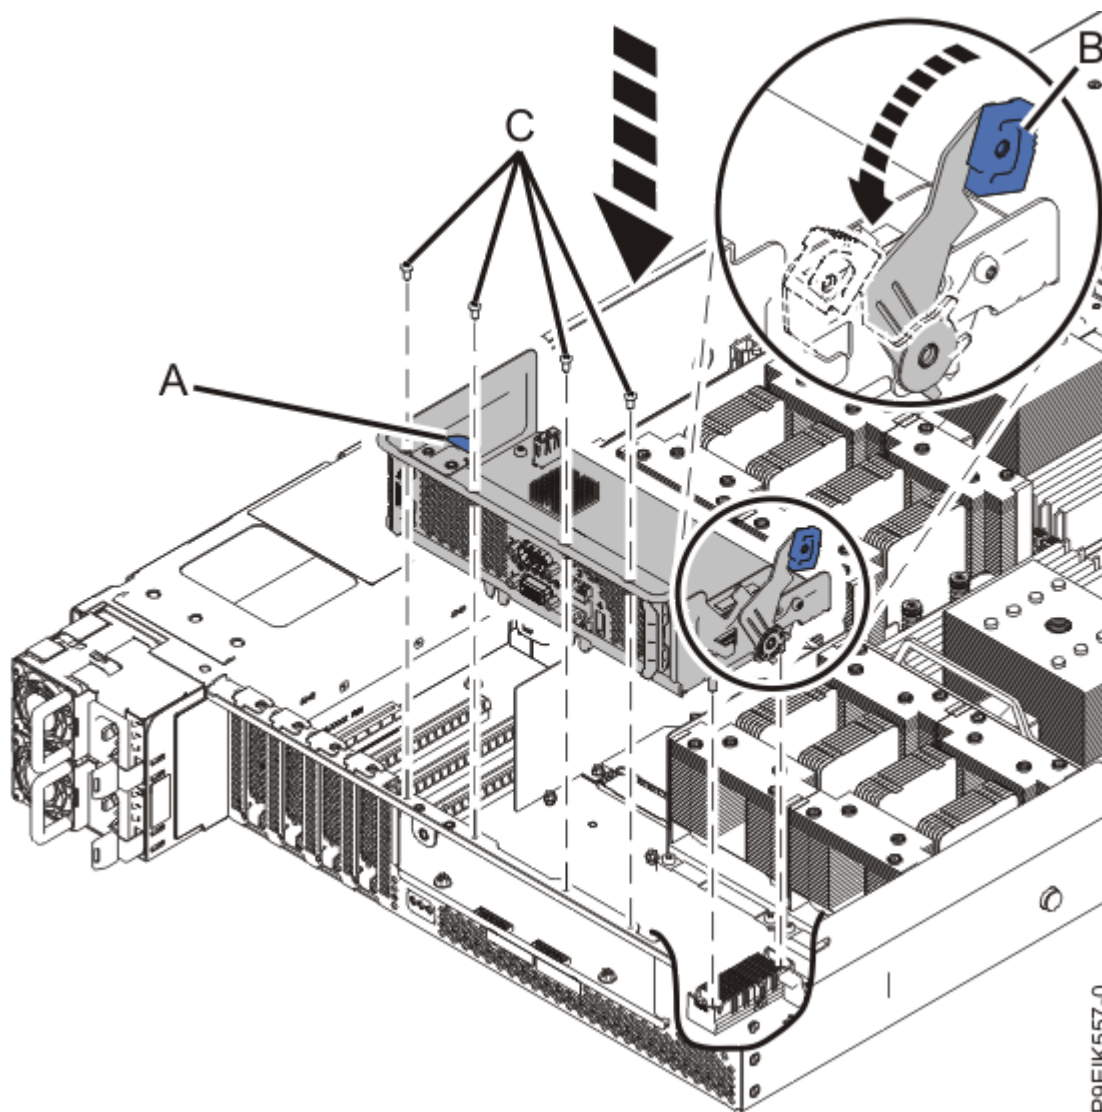

Figura 3. Sustitución de la tarjeta BMC
4. Utilizando la pestaña azul en **(A)** y el asa **(B)**, tal como se muestra en la Figura 3 en la página 6, presione la tarjeta BMC en el conector de la placa posterior del sistema.